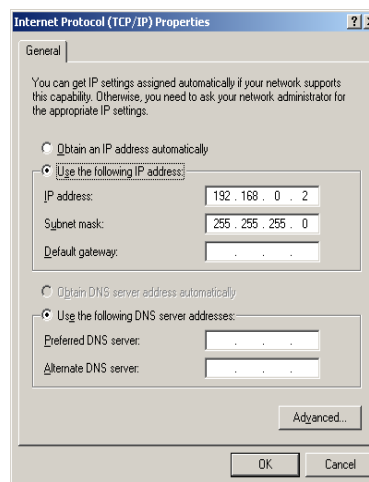

Figura B-7: Protocollo Internet (TCP/IP) Schermata Proprietà
5. Fare clic sul pulsante Proprietà. Viene visualizzata la schermata Proprietà Protocollo Internet (TCP/IP) (Figura B-7).